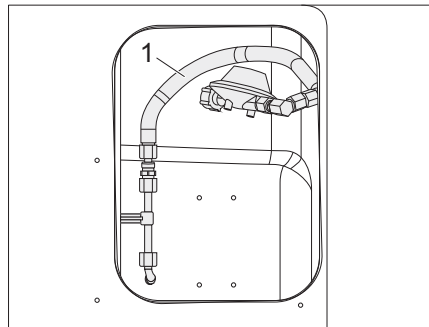

Fig. 67 Raccorder le flexible de gaz à la conduite d'alimentation
- Visser le flexible de gaz, pré-monté (Figure 67,1) sur la conduite du véhicule.